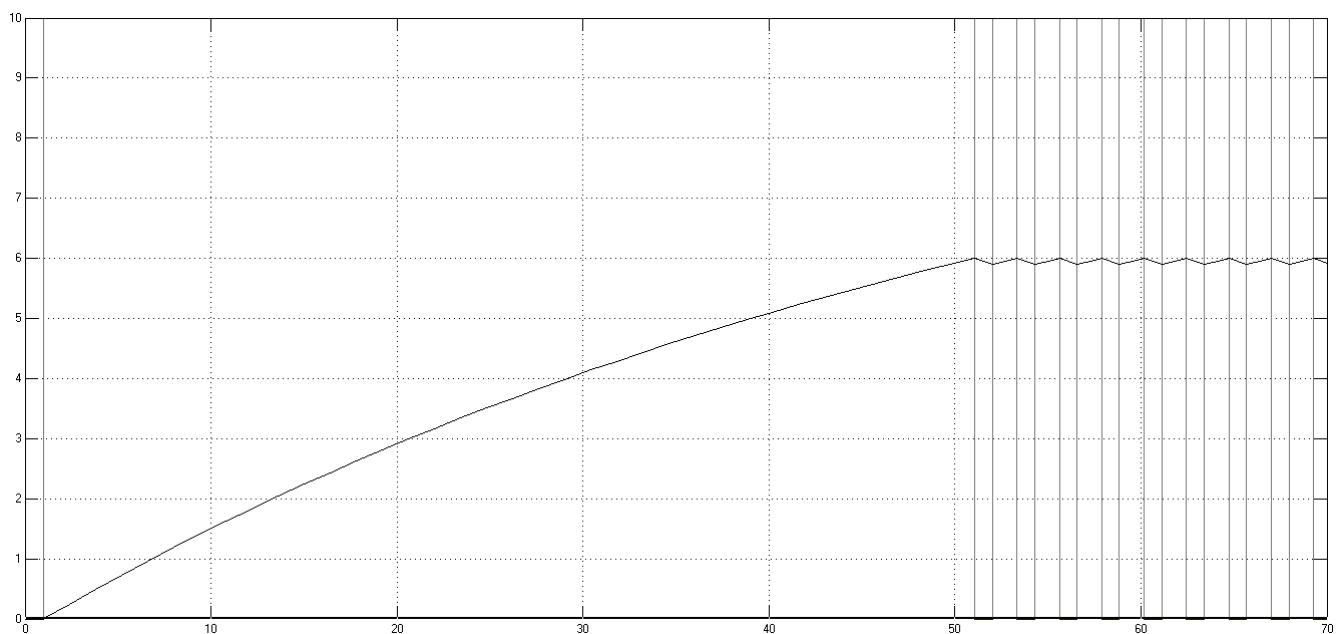

Figura 8.5. Gráficas de “Scope1”: Salida del controlador y salida de la planta en voltios.
5. Cambie el tiempo de simulación a 70.0 s y simule el sistema, si ha hecho todo correctamente deberá ver en “Scope1” las gráficas que se muestra en la Figura 8.5 ( Presione el ícono para ver mejor las gráficas).